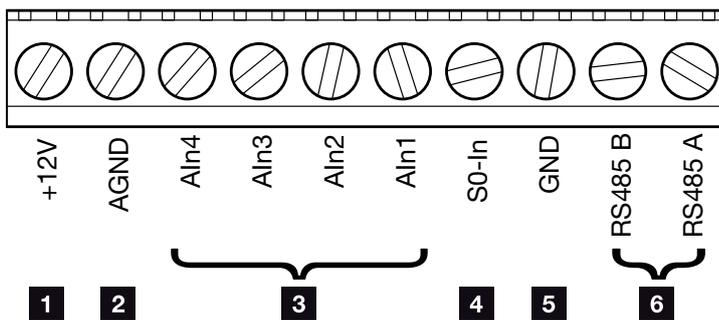

Fig. 35: Estrutura do borne de ligação de 10 polos
7. Ligue o interruptor CC do inversor colocando-o na posição ON.  **Fig. 35**